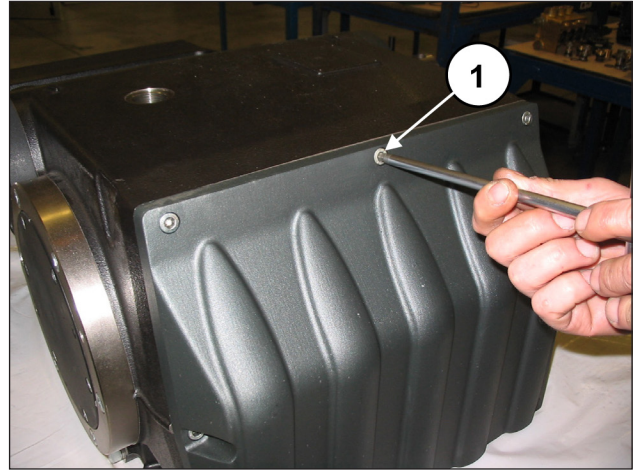

Fig. 9
Dévisser les vis de fixation du couvercle du carter (rep. ①, Fig. 9) et le déposer. Dégager le joint torique et le remplacer si nécessaire.